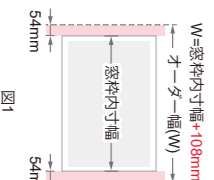

図1
- ※1 ガイドレールを取り付けるため、オーダー幅は窓枠内寸幅に108mm(54mm+54mm)を足してください (図1)